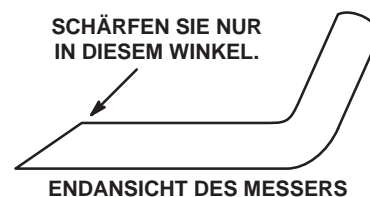

Bild 86
3. Untersuchen Sie die Schnittkanten aller Messer. Schärfen Sie alle stumpfen und ausgekerbten Schnittkanten. Schärfen Sie nur die Oberseite der Schnittkanten und behalten dabei den ursprünglichen Schnittwinkel bei, um die Schärfe des Messers zu gewährleisten (Bild 86). Das Schnittmesser behält seine Auswuchtung bei, wenn von beiden Schnittkanten die gleiche Materialmenge entfernt wird.